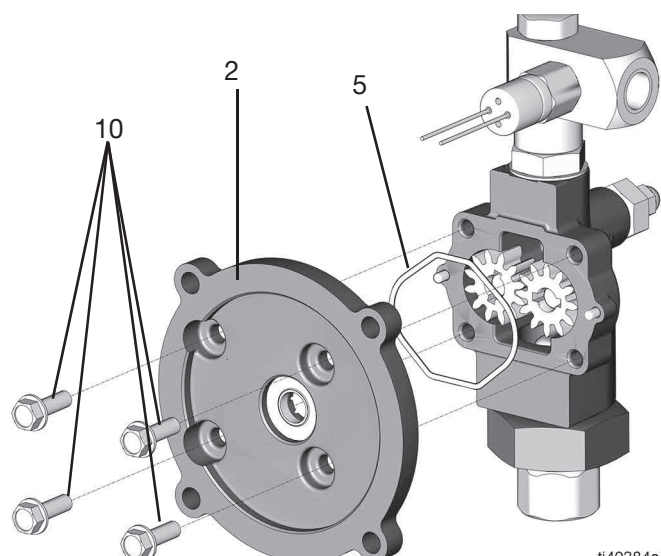

図 34
15. 1/2 インチ ソケットレンチを使用して、アダプタープレート (2) の 4 本のネジ (10) を取り外します (図 34)。
16. アダプタープレート (2) を取り外します (図 34)。
17. O リング (5) を取り外します (図 34)。
4. 4本のネジ (10) をアダプタープレート (2) に通し、1/2 インチ ソケットレンチを使用して締めます (トルク 30 ft-ポンド、40.7 N•m) (図 34 を参照)。